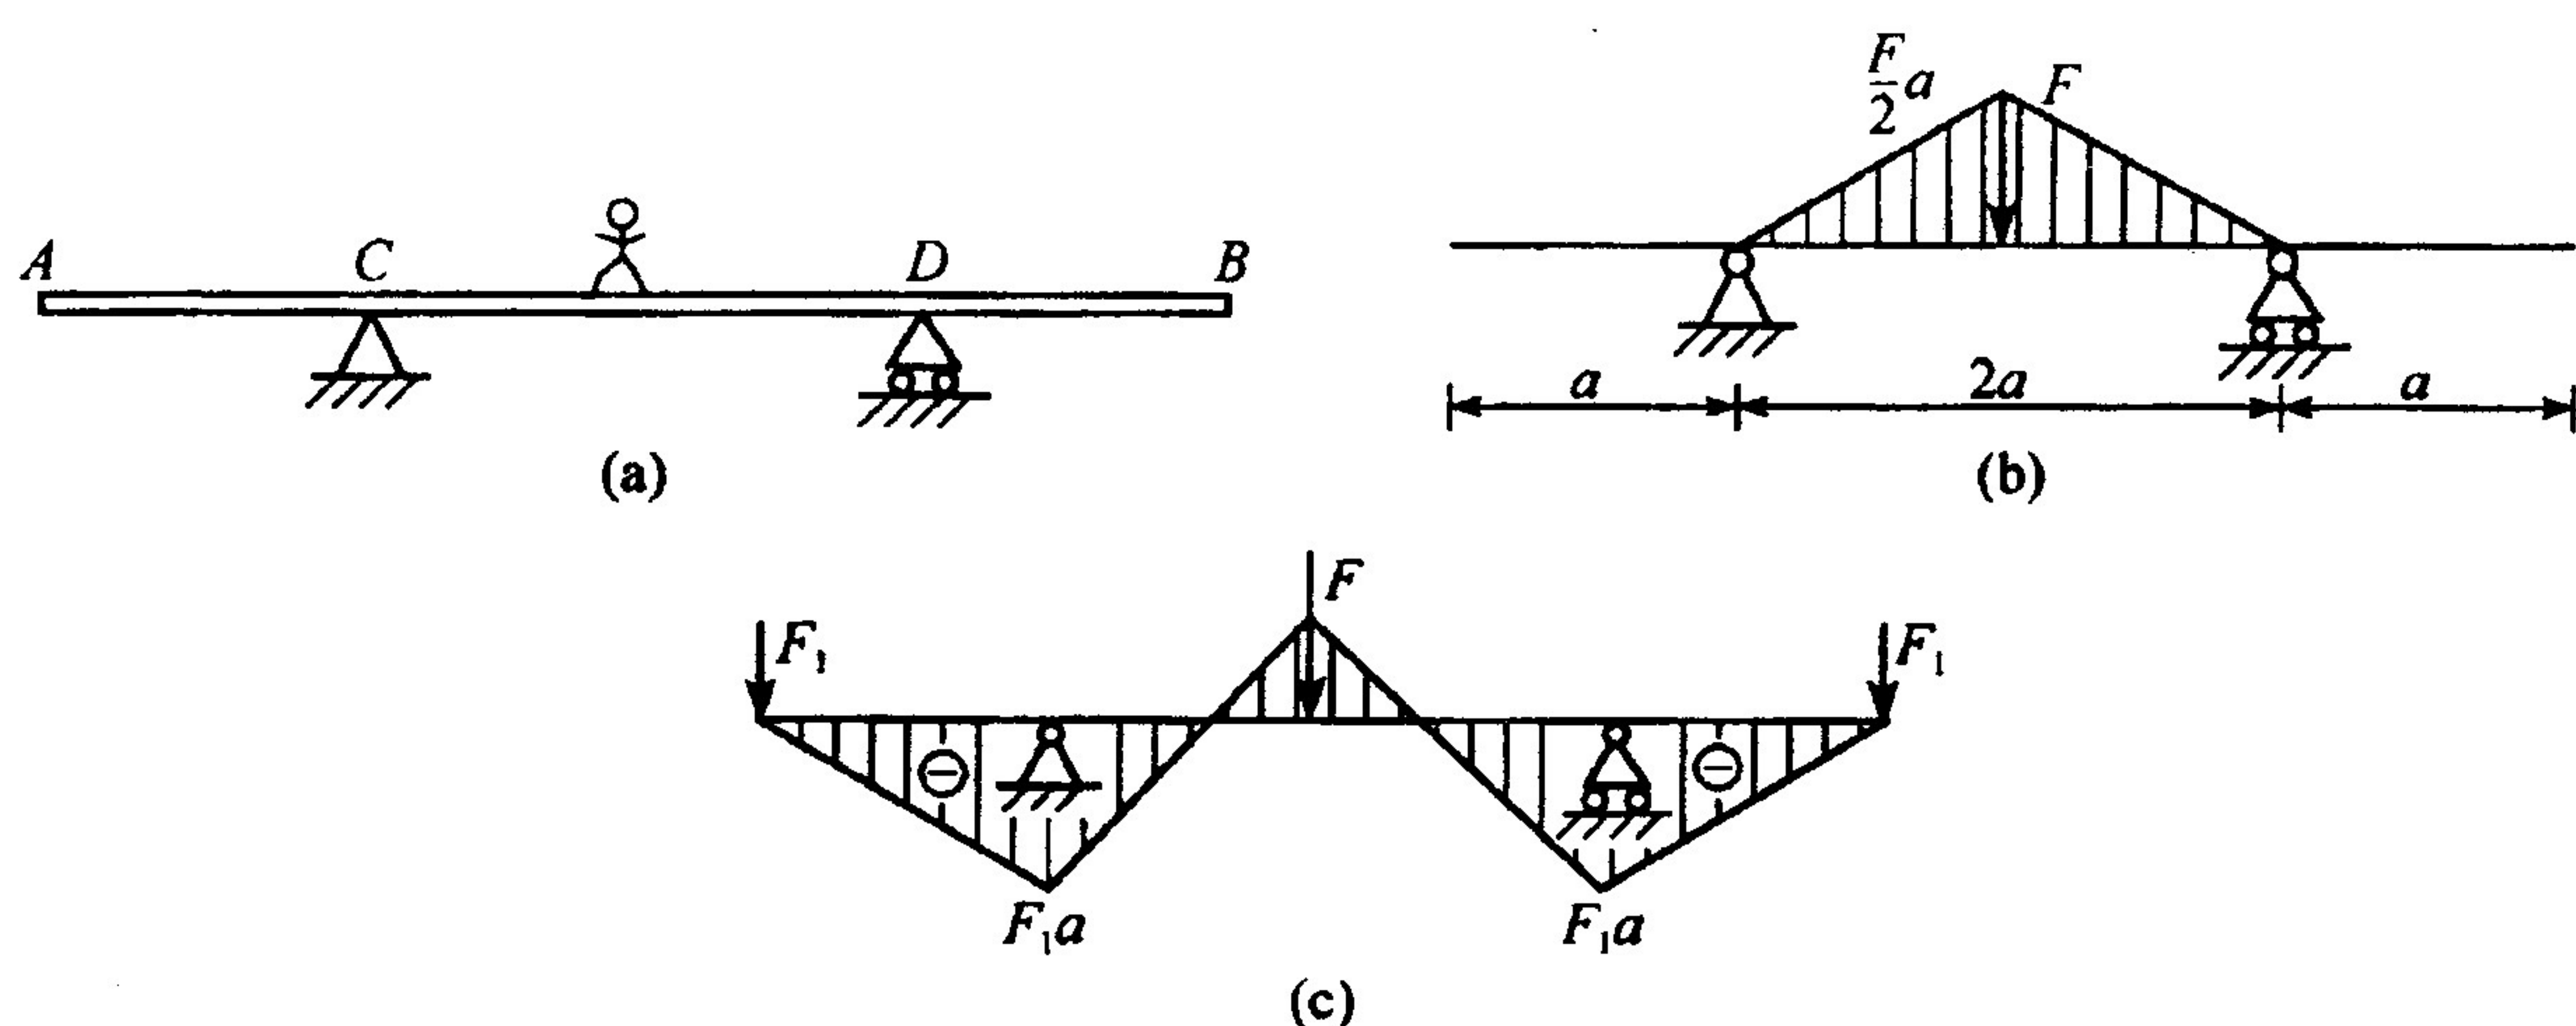

图 7.3
5. 工人站在木板 AB 中点处工作,如图 7.3 所示。为了改善木板的受力和变形,下列看法中( )是正确的。